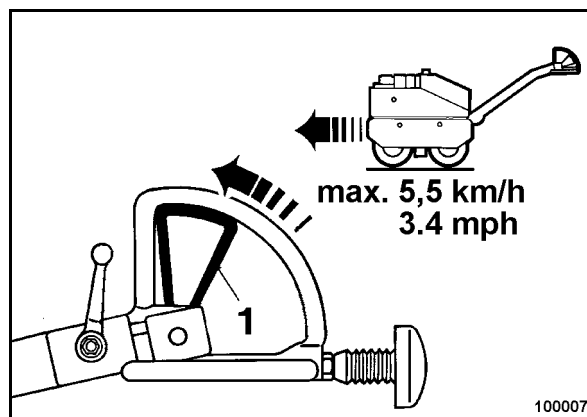

Fig. 38
- Mover la palanca (1) (Fig. 38) poco a poco hacia delante; la máquina acelera continuamente hacia delante.